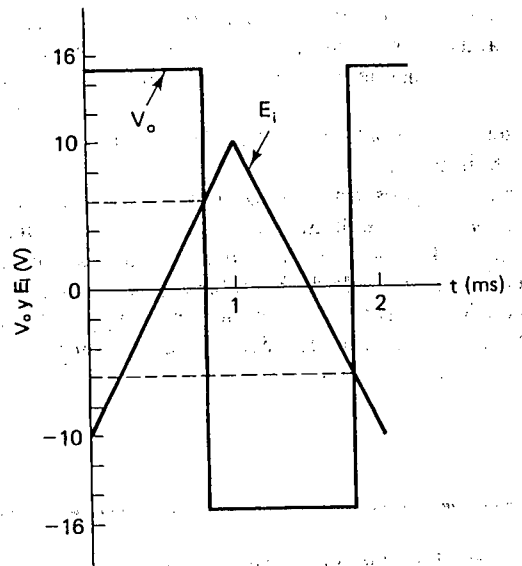

FIGURA P4-5
- 4-5. Con las formas de onda de E_i en función de t y de V_o contra t en la figura P4-5, identifique (a) la frecuencia de E_i ; (b) la amplitud pico de E_i ; (c) el valor de V_{UT} ; (d) el valor de V_{LT} ; (e) V_H .